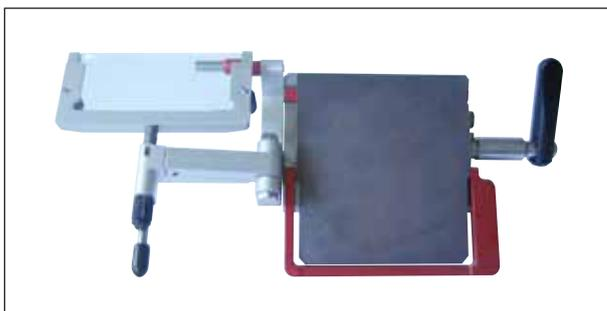

Fig. 46
- Plegar la placa antirroll a un lado (véase la (→ Fig. 46)).